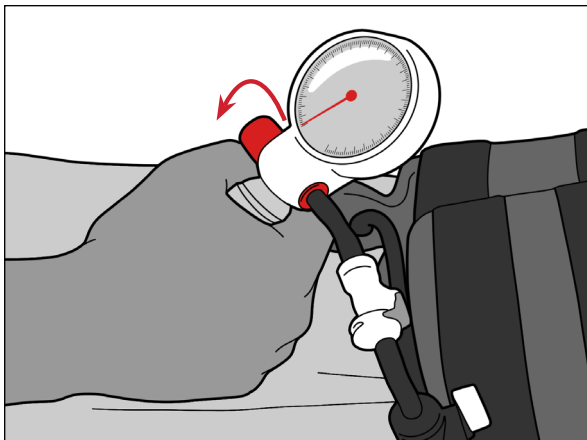

Fig. 14
1. Stäng ventilen genom att rotera vredet i riktning mot dig (Fig. 14).